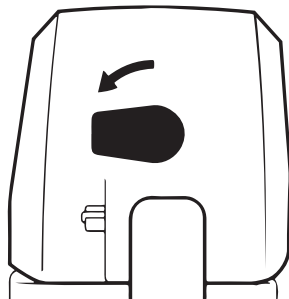

Рис. 29. Открытие замка
1. Открыть замок, повернув его влево на 90° (Рис. 29):